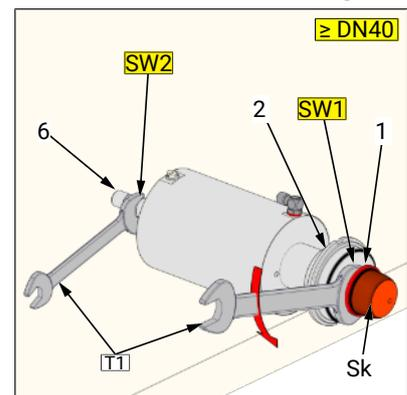

Figura 4
- Figura 4: Desmontaje con llave plana (SW1) (\geq DN40).